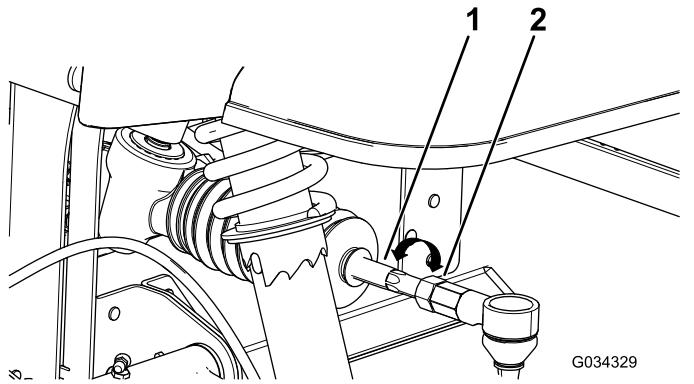

图 47
- 如果测量值超出 $0 \pm 3\text{mm}$ 应松开横拉杆外端的锁紧螺母 图 47。